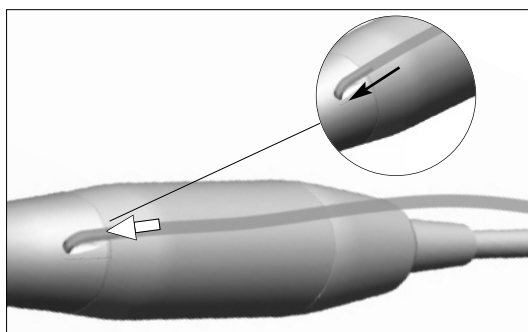

図7
I. ソフトチューブをハンドピースまたはコントラアングルのスプレーチューブに接続します(図7)。